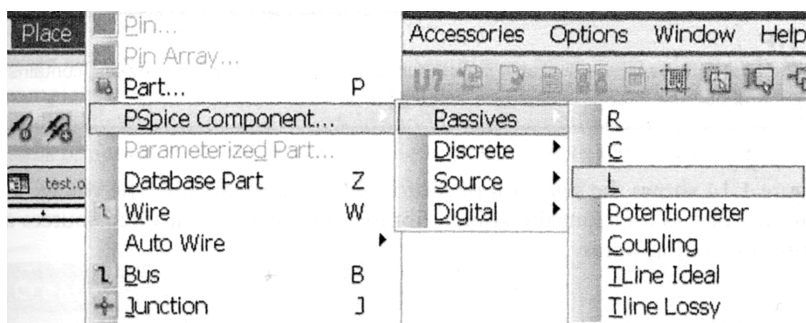

图 1.12 放置 PSpice 无源元件
16.6 版本增加了一个非常新颖的功能，通过该功能可以快速放置通用的 PSpice 元器件，而不用再查找半导体供应商的元器件号码。如图 1.12 所示，通过顶层工具栏的 **Place** 菜单放置元器件。需要注意无源元件来自 **analog** 库，但是电位器却保存在 **breakout** 库中。